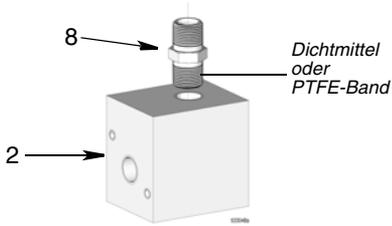

ABB. 8
1. Gewinde des Rohrrippels (8) mit PTFE-Band oder Gewindedichtmittel wie in ABB. 8 gezeigt umwickeln. Rohrrippe (8) in der Verteileröffnung (2) installieren. Gut festziehen. Zur Ermittlung der richtigen Installationsposition siehe ABB. 8.